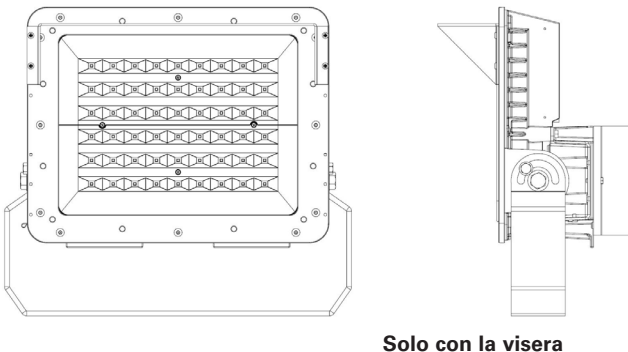

Figura 7
3. Alinee cuidadosamente la visera con cuatro (4) orificios del tornillo en la parte superior del dispositivo que se muestra en la Figura 7.